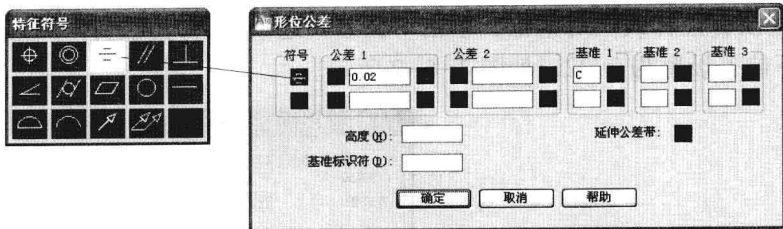

图 7-6-5
(5) 在命令行输入“qlleader”, 按两次 Enter 键, 打开“引线设置”对话框, 单击“注释”选项卡, 注释类型选择“公差”, 单击“确定”按钮。
(6) 捕捉并单击倒角边的端点, 确定引线箭头的位置; 再单击引线的两个端点后, 打开“形位公差”对话框, 单击符号黑色方块, 打开“特征符号”对话框, 选择对称度符号, 输入公差和基准, 如图7-6-5所示。